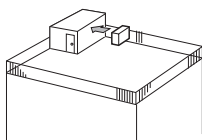

Fig. 2-2
- ① Umístěte výstup vzduchu směrem k nejbližší dostupné zdi a ponechte u ní volný prostor přibližně 35 cm. (Fig. 2-2)